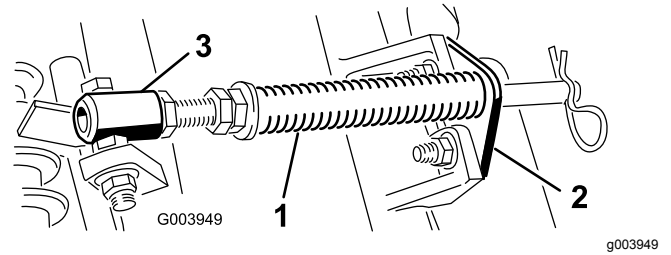

Figura 4
- A. Togliete i due bulloni a testa tonda e i dadi che fissano la staffa dell'asta alle alette degli elementi di taglio (Figura 4).
- B. Rimuovete il dado flangiato che fissa il bullone del tubo della molla all'aletta del telaio portante (Figura 4). Rimuovete il gruppo